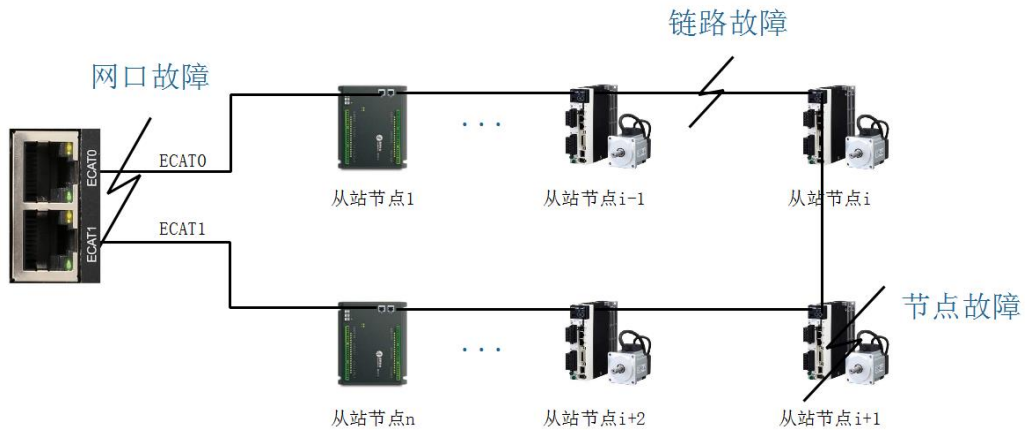

图 2.4 EtherCAT 环型拓扑冗余结构
冗余以太网的拓扑结构包括环型、网络型和混合型拓扑，对于一般的工业以太网系统，可直接用较为简单实用的环型拓扑结构。EtherCAT 主站提供两路 EtherCAT 专用网口，在环型拓扑结构中，将 ECAT0 接到从站（ESC）节点 1 的 IN 口，然后从站节点 1 的 OUT 口接到下一个从站节点的 IN 口，依次连接，直到最后一个从站节点连接到 EtherCAT 主站的 ECAT1 口，如图 2.4 所示。由于 ESC 从站控制器具有自动回环功能，当环形结构中出现单点故障时，EtherCAT 网络信息流能在故障断点处自动回环，主站仍然可以与各个从站保持数据传输，大大增强了 EtherCAT 网络的可靠性与可维护性。
一般常见的单点故障为主站网口故障、链路故障与从站节点故障，如图 2.4 标示。
- (1) 在正常的情况下，ECAT0 网口发送出 EtherCAT 帧，经过多个从站节点后由 ECAT1 网口接收，进接收队列。
- (2) 当主站 ECAT0 网口故障时，发送帧交由 ECAT1 网口进行发送，反向到达从站节点 1，再以原链路返回，经 ECAT1 网口接收，进接收队列。
- (3) 当主站 ECAT1 网口故障时，发送帧交由 ECAT0 网口进行发送，到达最后一个从站节点 n，再以原链路返回，经 ECAT0 网口接收，进接收队列。
- (4) 当从站节点之间的链路存在断线，既发生链路故障时，此时故障点发生在如图 2.4 处，发送帧由 ECAT0 网口发送，到达故障点处（从站节点 i-1）环回，经 ECAT0 接收后交由 ECAT1 网口发送，从另一方向到达故障节点处（从站节点 i）环回，经 ECAT1 网口接收后，进接收队列。
- (5) 当环路中某个节点发生故障，或者是在不断电情况下更换节点（热插拔）导致帧转发失败，从站节点 $i+1$ 发生故障时，发送帧交由 ECAT0 网口发送，到达故障点（从站节点 i ）处环回，经 ECAT0 网口接收后交由 ECAT1 发送，从另一个方向到达故障点（从站节点 $i+2$ ）后环回，经 ECAT1 网口接收，进接收队列。